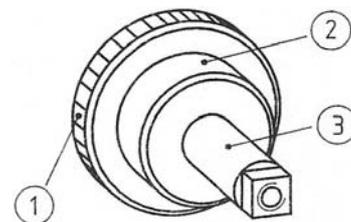

Abb.9: Antriebsrad (Pos.15)
- 32) Erstelle von dem Antriebsrad (Abb.9) eine Fertigungsskizze.